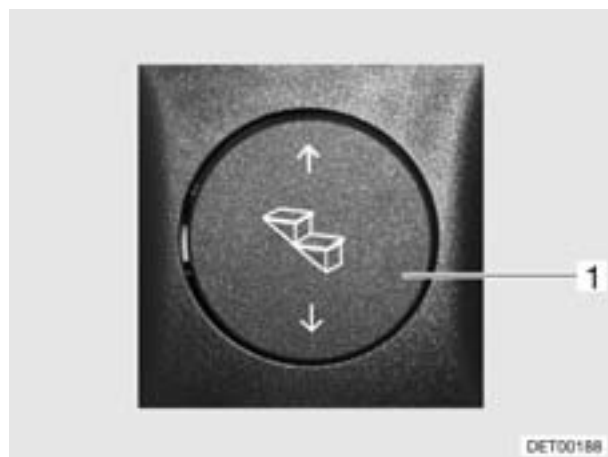

Bild 4 Bedienschalter Eintrittstufe (Variante 2)
- Wippschalter (Bild 4,1) unten drücken, bis die Eintrittstufe vollständig ausgefahren ist.
- Wippschalter (Bild 4,1) oben drücken, bis die Eintrittstufe vollständig eingefahren ist.